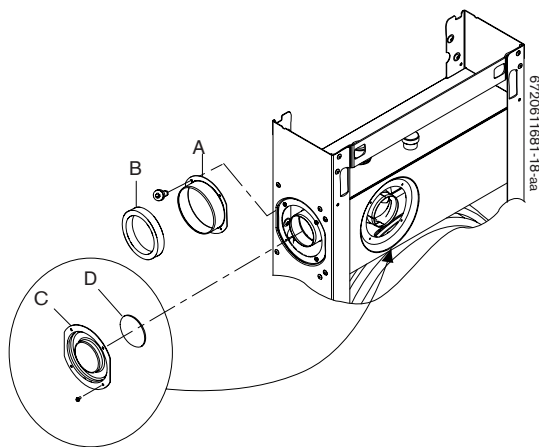
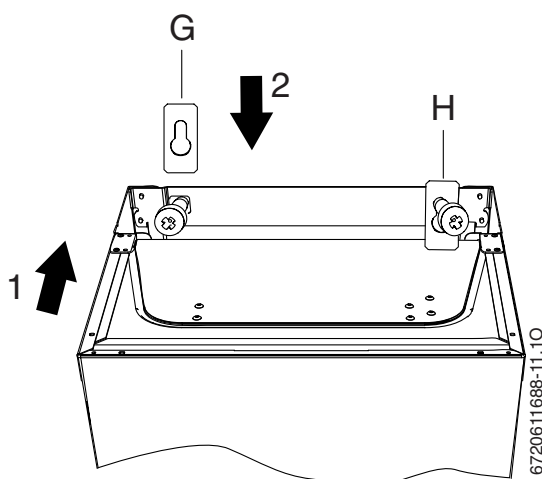

Fig. 9
Fig. 11
In caso di aspirazione/scarico laterale, DX o SX (vedi fig. 9):
- ▶ Inserire le 2 piattine con asola (fig. 11, rif. G), su ognuna delle 2 viti lasciate precedentemente svitate (oltrepassare la testa di ogni vite).
- ▶ Far scorrere verso basso le 2 piattine e posizionarle come da fig. 11, rif. H (funzione di rondella).
- ▶ L' eventuale controllo visivo, circa il corretto montaggio del tubo concentrico in caldaia, può essere eseguito dall'alto della caldaia (fig. 11), dai fori DX o SX (fig. 9) o anche dal lato frontale della caldaia (dopo aver tolto il coperchio stagno).
- ▶ Far scorrere verso basso le 2 piattine e posicionarle come da fig. 11, rif. H (funzione di rondella).
Per facilitare il collegamento tra caldaia e condotto concentrico, procedere visivamente dall'alto della caldaia (fig. 11), dai fori DX o SX (fig. 9) o anche dal lato frontale della caldaia (dopo aver tolto il coperchio stagno della caldaia).